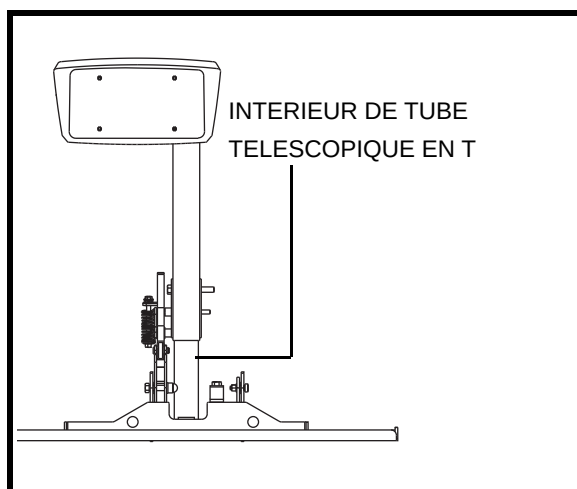

Figure 22. Entretien de la structure de l'appareil de levage
- Nettoyez et lubrifiez l'intérieur du tube télescopique en T. Utilisez une graisse toute saison au lithium seulement. **Voir la figure 22.**